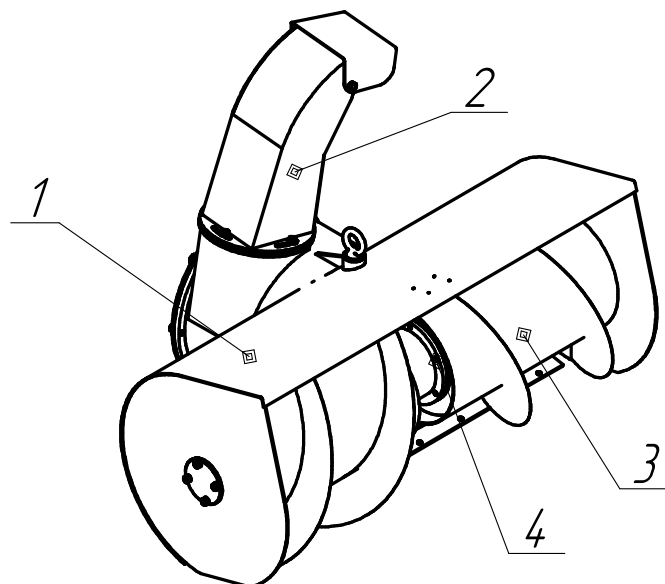

Рисунок 1 – Снегоочиститель СН-1М
5.3 Конструкция снегоочистителя (рисунок 1) позволяет перемещение выбрасывателя вокруг оси вращения в зависимости от условий выброса снега.